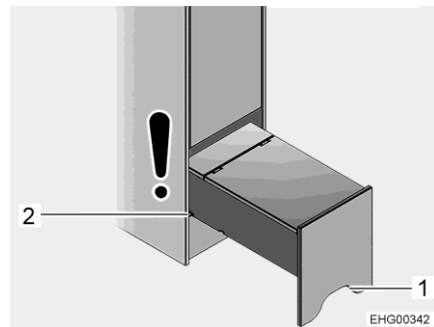

Bild 95 Klättringshjälp (helt utdragen)
- Grip tag i klättringshjälpens utsnitt (Bild 95,1), lyft lätt och dra ut till den andra skåran (Bild 95,2).